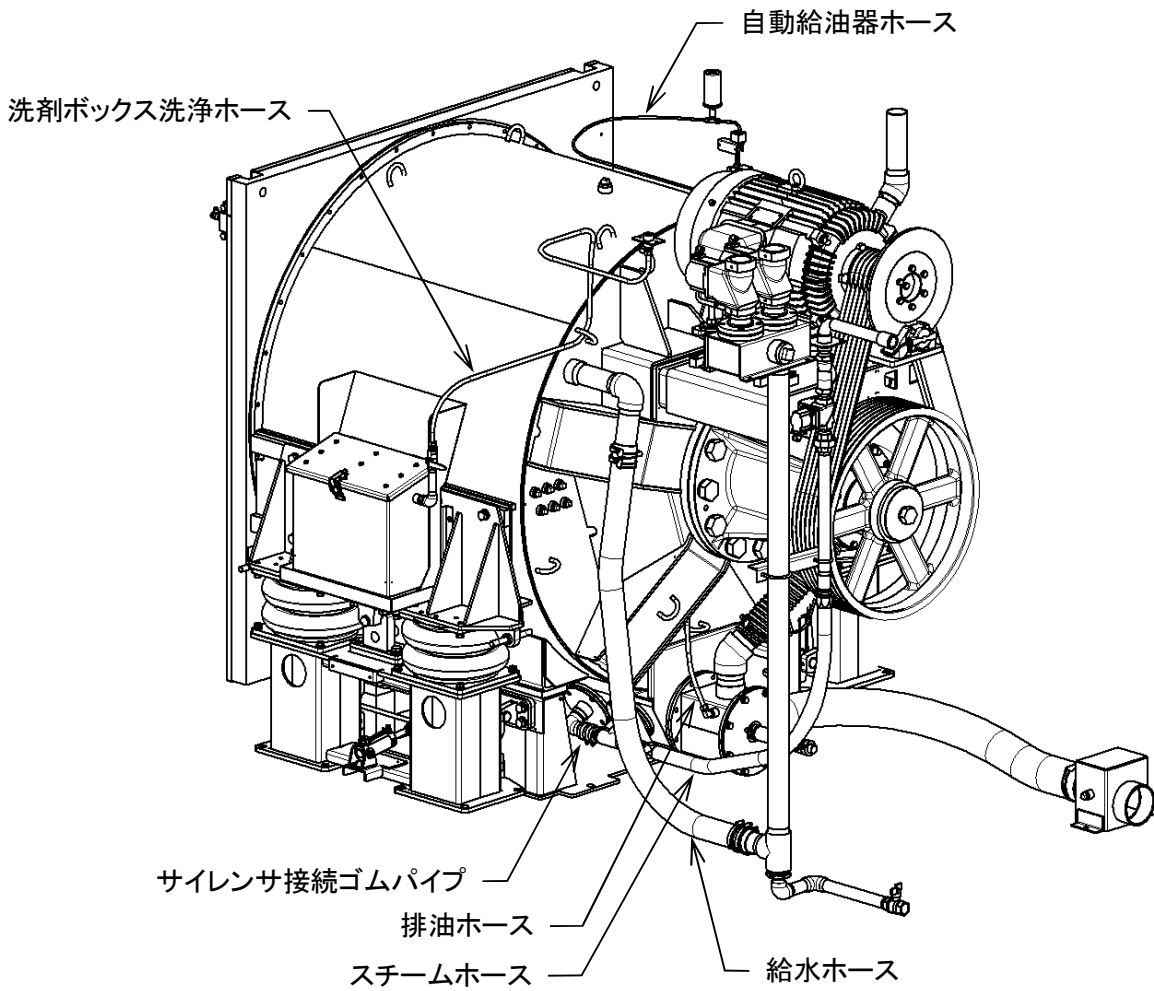

図 8-33
**8. 3.21 ホース類の点検**(図 8-33、8-34)**警告／WARNING!**